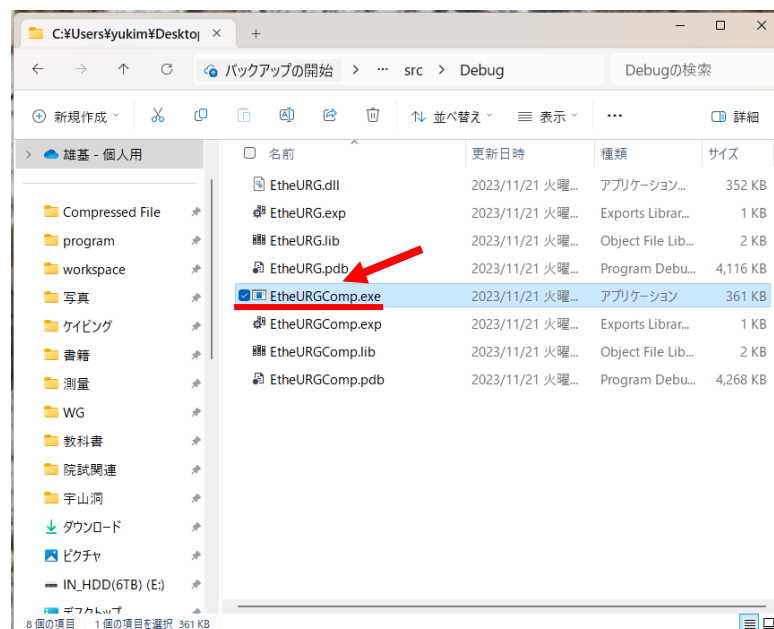

図 28 "[プロジェクト名]Comp.exe" ファイル
- ⑨ 図 28 のようにエクスプローラーで、本プロジェクトでダウンロードしたすべての RTC プロジェクトファイル内にある次の階層の "[プロジェクト名]Comp.exe" ファイルをそれぞれダブルクリックし、起動させる。